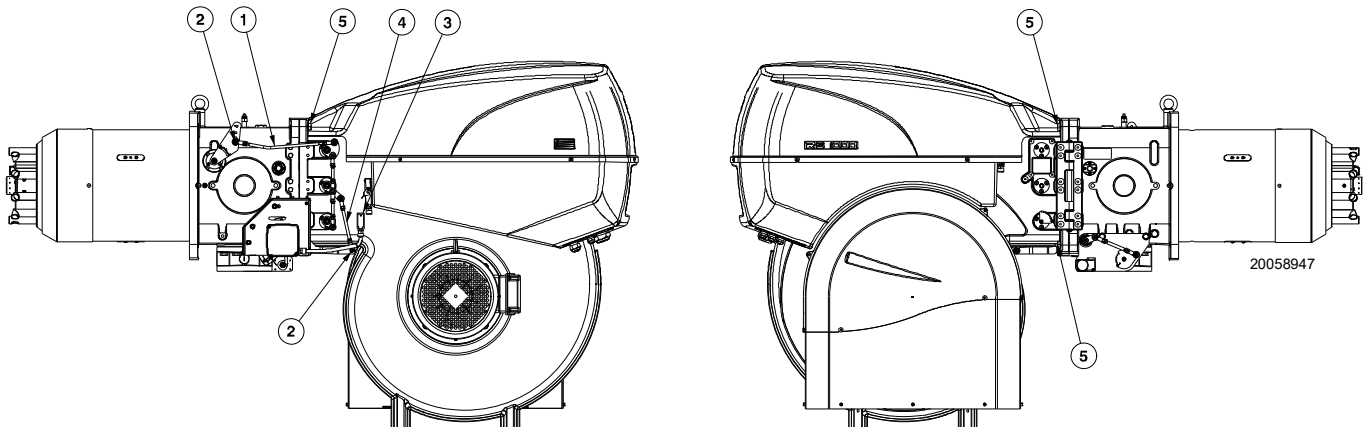

Fig. 34
- Quitar los tirantes 1) y 4)(Fig. 34) de la palanca de movimiento del cabezal y apertura de los registros, aflojando las tuercas 2);